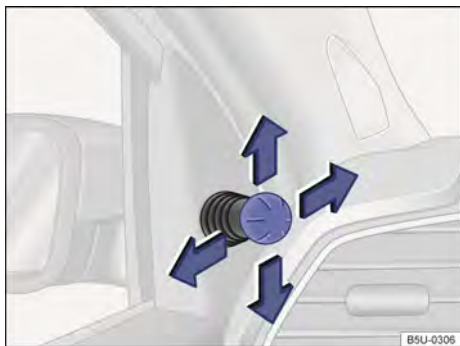
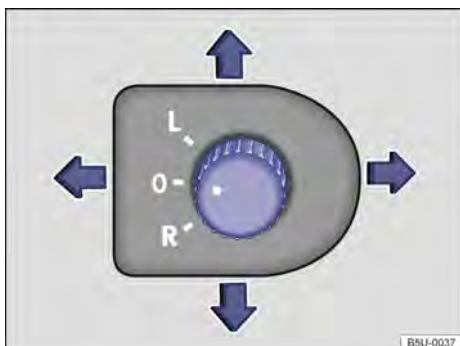

Fig. 75 Nas portas dianteiras: interruptor de ajuste dos espelhos retrovisores externos mecânicos.
Fig. 76 Na porta do condutor: interruptor rotativo de ajuste dos espelhos retrovisores externos elétricos.
– Movimentar o botão de ajuste no revestimento das portas dianteiras → Fig. 75.
- Girar o botão rotativo na porta do condutor até o símbolo desejado → Fig. 76.
Para ajustar os espelhos retrovisores externos mecânicos ou elétricos, movimentar o interruptor de ajuste → Fig. 75 (versão mecânica) ou o interruptor rotativo → Fig. 76 (versão elétrica) no revestimento das portas.